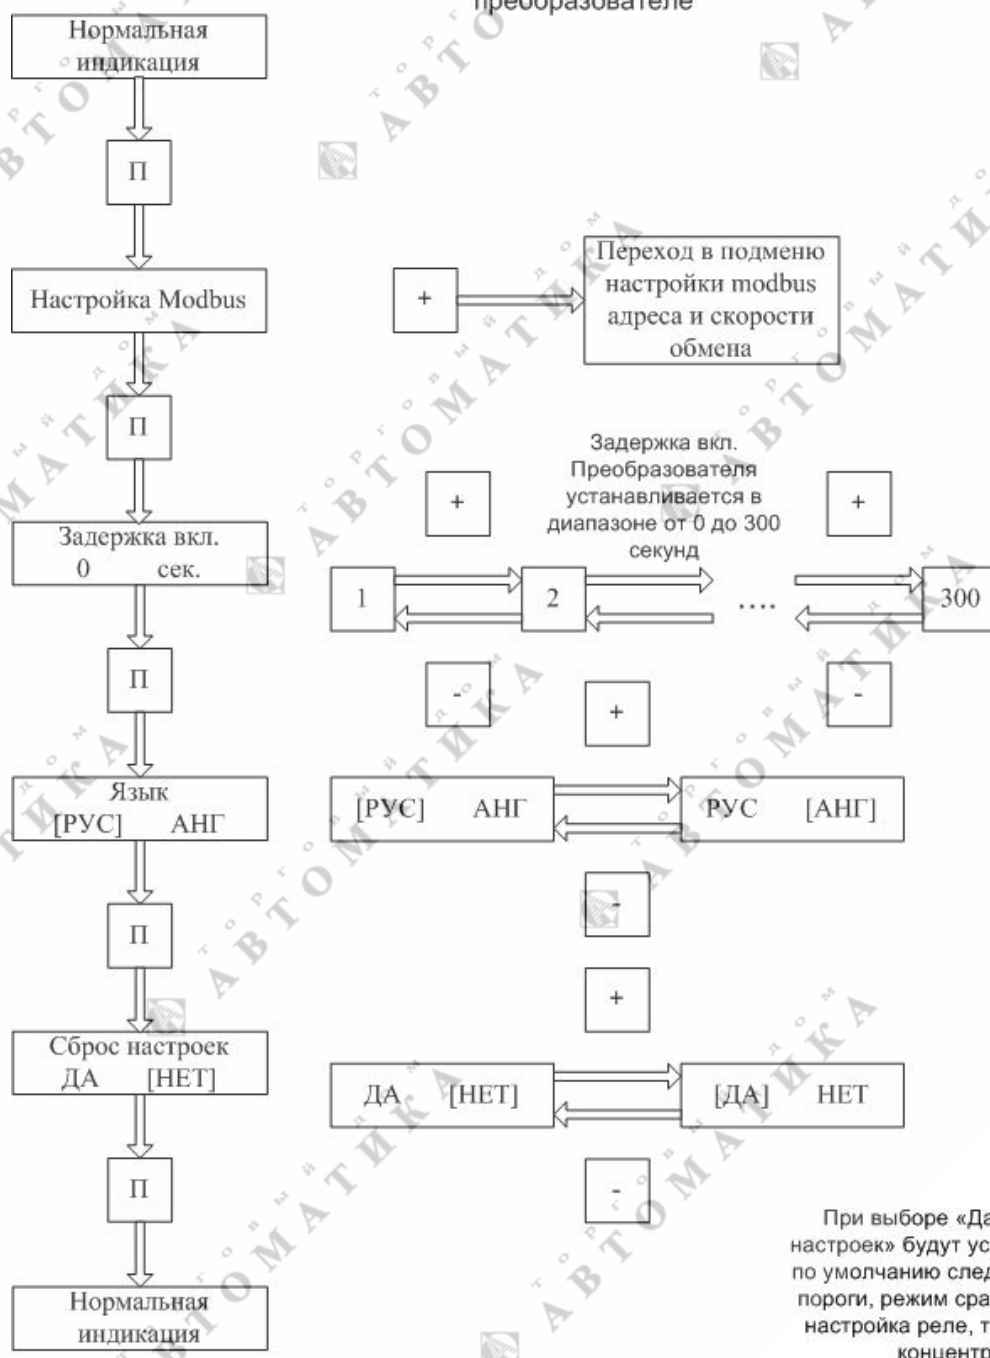

Рисунок 6 – Меню настройки прибора без преобразователя
6.2.8 При отключенном или не калиброванном преобразователе меню газоанализатора ССС-903 имеет следующую структуру (рисунок 6).